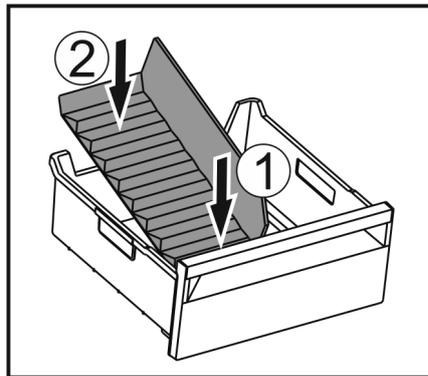

Fig. 170
- ▶ Вставити передню частину перегородки відділення для льоду. Fig. 170 (1)
- ▶ Опустити задню частину перегородки відділення до дна ящика для кубиків льоду. Fig. 170 (2)